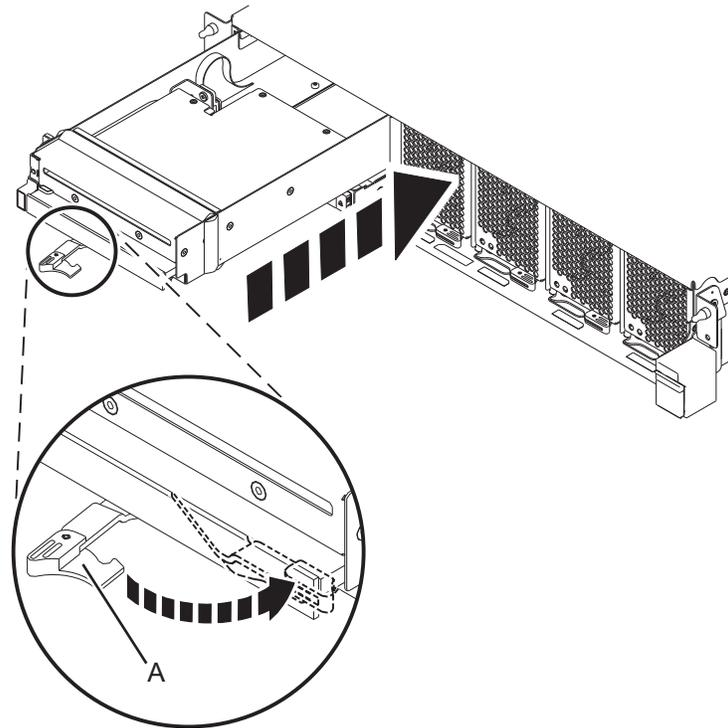

図 1. 9080-MHE、9080-MME、9119-MHE、または 9119-MME システム制御装置へのスリムライン・メディア・デバイスの取り付け
- a. スリムライン・メディア・デバイスのハンドル (A) が 図 1 に示すように回転して、開いていることを確認します。
- c. 装置をシステムに入れ、ハンドル (A) を、示されている方向に回転させて、ラッチを所定の位置にロックします。